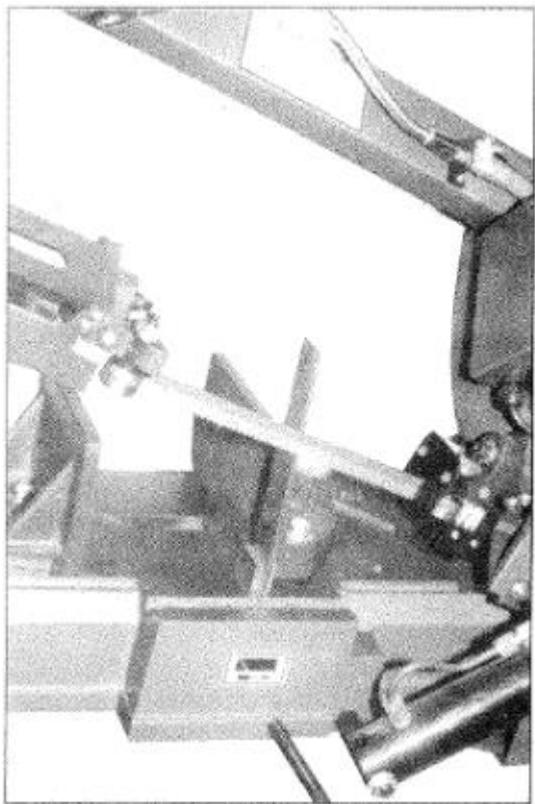

Рис. 11
2. Установить угольник на столе рядом с полотном (рис. 11.)
4. При необходимости регулировки, следует ослабить винты (A на рис. 11) и слегка поверните направляющие полотна в том же направлении до тех пор, пока полотно не соприкоснётся с угольником по всей ширине.
5. Затянуть винты (A).